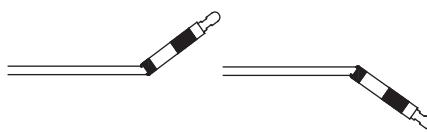

Figure 6
2. Redresser ensuite le dispositif d'insertion, continuer à le plier et à le redresser jusqu'à ce que la tubulure du dispositif d'insertion s'ouvre, exposant l'élément de libération (Figure 6).